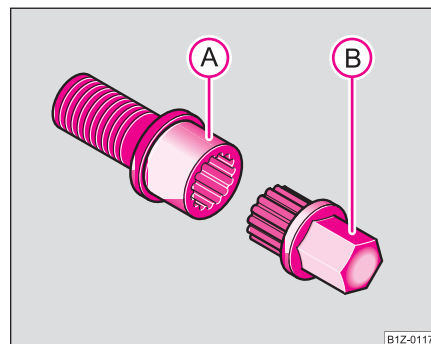

Fig. 206 Tornillo de seguridad para ruedas con adaptador
- Introducir el adaptador (B) con su lado dentado hasta el tope de tal modo en el dentado interior del tornillo de seguridad para ruedas (A), que ya sólo sobresalga el hexágono exterior ⇒ fig. 206.
- Calar la llave de rueda hasta el tope en el adaptador (B).